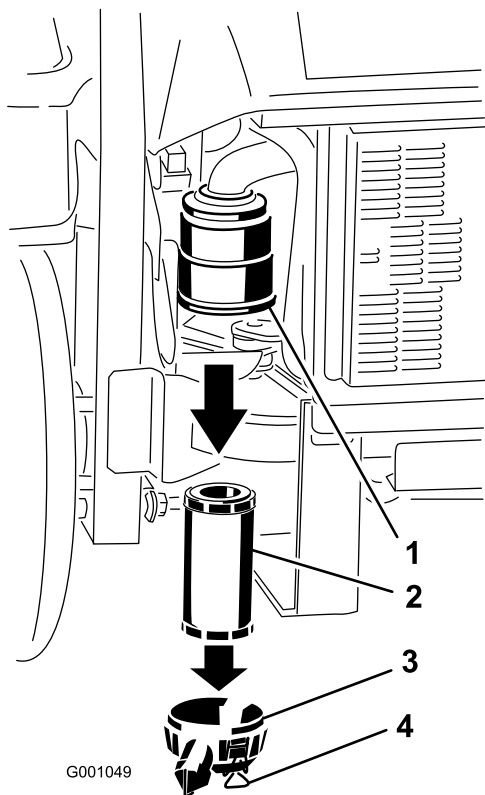

Figure 55
3. Déverrouillez le filtre à air et détachez le couvercle du boîtier du filtre (Figure 55).
5. Sortez l'élément filtrant du boîtier du filtre à air avec précaution (Figure 55).